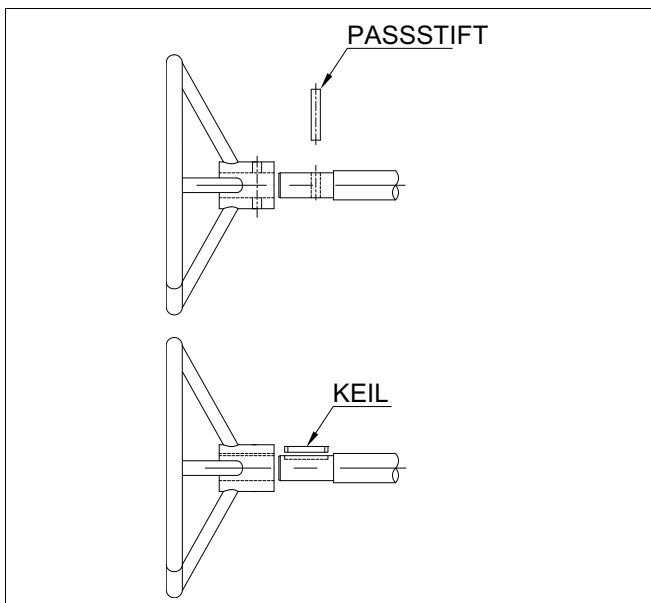
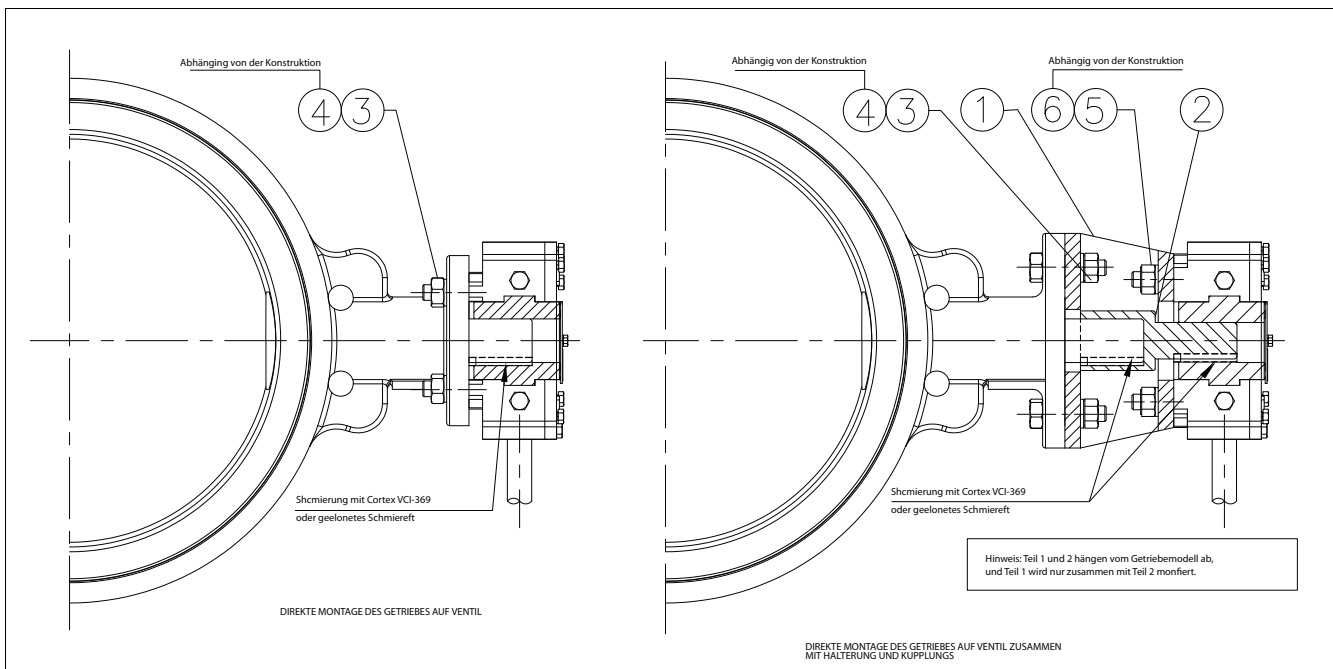

Abb. 1 Montage Handgetriebe
Abb. 2 Getriebe senkrecht zum Ventil
2. Es wird empfohlen, vor dem Zusammenbau des Getriebes mit dem Ventil ein Handrad auf die Eingangswelle zu montieren, Abbildung 1
7. Beschichten Sie den Ventilwelle und die Außenfläche der Buchse (2) und der Stellantriebsbohrung mit einem geeigneten Schmierfett, um die Montage zu erleichtern. Die Platte (21) sollte bei Verwendung der Buchse (2) zwischen der Flanschbefestigungsfläche dem Ventil installiert werden. Diese Platte verriegelt den Einsatz.
8. Montieren Sie das Getriebe senkrecht zum Ventil (siehe Abbildung 2).